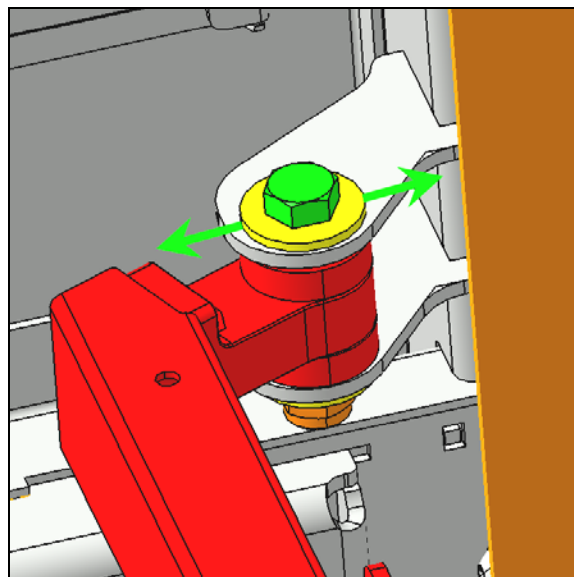

FIGURE 56:
8. Si la position longitudinale au niveau du bras inférieur est hors tolérance, vous pouvez ajuster la porte en utilisant le jeu au point d'attache entre le bras inférieur et le châssis. (Figure 56:).